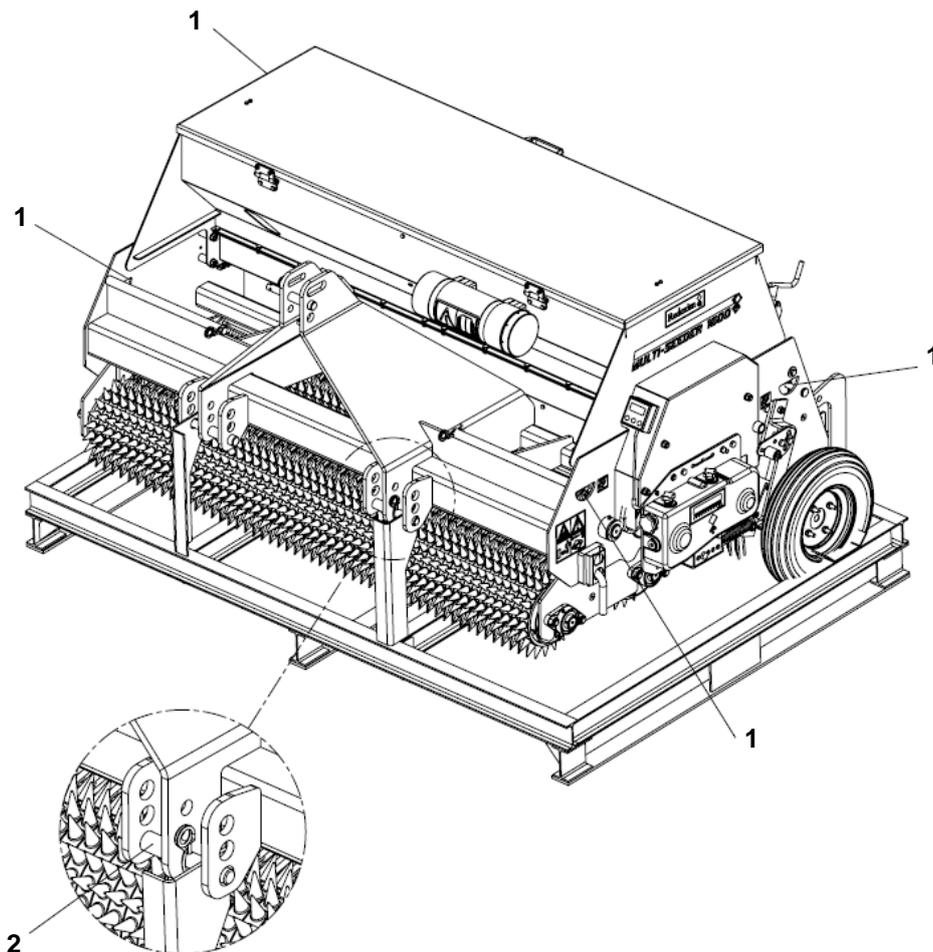

Figure 4
1. Attachez les câbles aux points de levage (1). (voir figure 4)